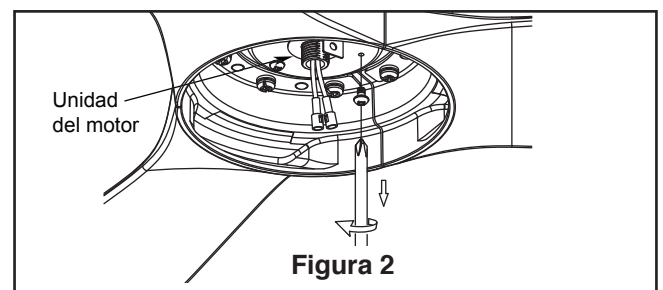

Figura 2
- 2.** Coloque y ajuste firmemente la cubierta para el tornillo de la base sobre los tornillos de rebordo de la abrazadera para colgar mediante el mecanismo de seguro por giro del chavetero. (Figura 2)
2. Extraiga uno de los tres tornillos del soporte ubicado en la parte interior de la unidad del motor. Guárdelos para después y afloje levemente los otros dos tronillos. (Figura 2)
2. Restaure la fuente de alimentación de la toma de corriente enciendiendo la electricidad del fusible principal. (Figura 2)